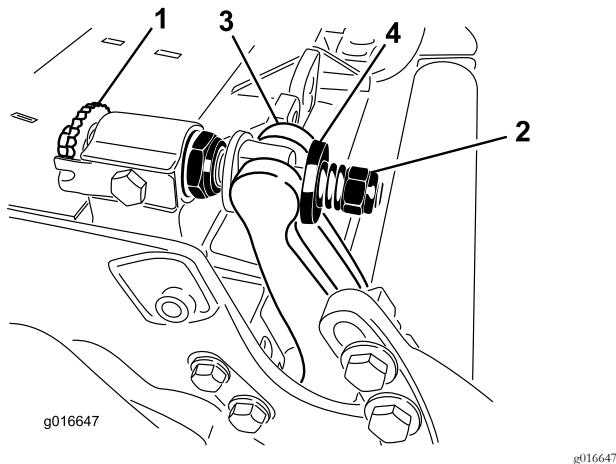

Рисунок 29
1. Поворачивайте регулировочные винты планки неподвижного ножа против часовой стрелки, чтобы отодвинуть неподвижный нож от барабана (Рисунок 29).
2. Ослабьте гайку натяжения пружины так, чтобы шайба не нажимала на планку неподвижного ножа (Рисунок 29).